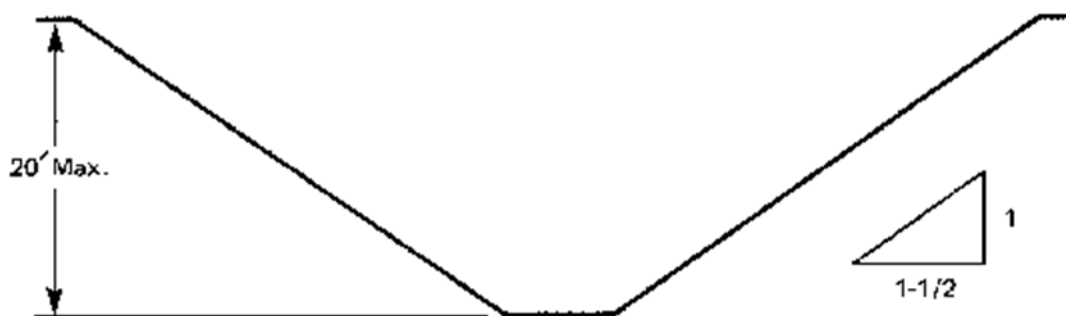

Figura 1. Excavaciones realizadas en suelo tipo C
La clasificación del suelo debe ser determinada por la persona competente designada (consulte 29CFR1926 Subparte P para conocer las metodologías aceptables de clasificación del tipo de suelo). Cualquier suelo no clasificado se considerará Tipo C. Un método para garantizar la seguridad y la salud de los trabajadores en una excavación es inclinar los lados en un ángulo no más pronunciado que una horizontal y media a una vertical (34 grados medidos desde la horizontal). Estas pendientes deben excavarse para formar configuraciones que estén de acuerdo con las del suelo Tipo C (que se encuentra en el Apéndice B de 29CFR1926 Subparte P). Una pendiente de esta gradación o menos se considera segura para cualquier tipo de suelo (ver Figura 1). Todas las excavaciones de pendientes simples de 20 pies o menos de profundidad deben tener una pendiente máxima permitida de 1 1/2:1. Notas: 1) No se permite el banco en suelos Tipo C, 2) Las zanjas de más de 20 pies de profundidad deben ser aprobadas por un ingeniero profesional registrado (PE).